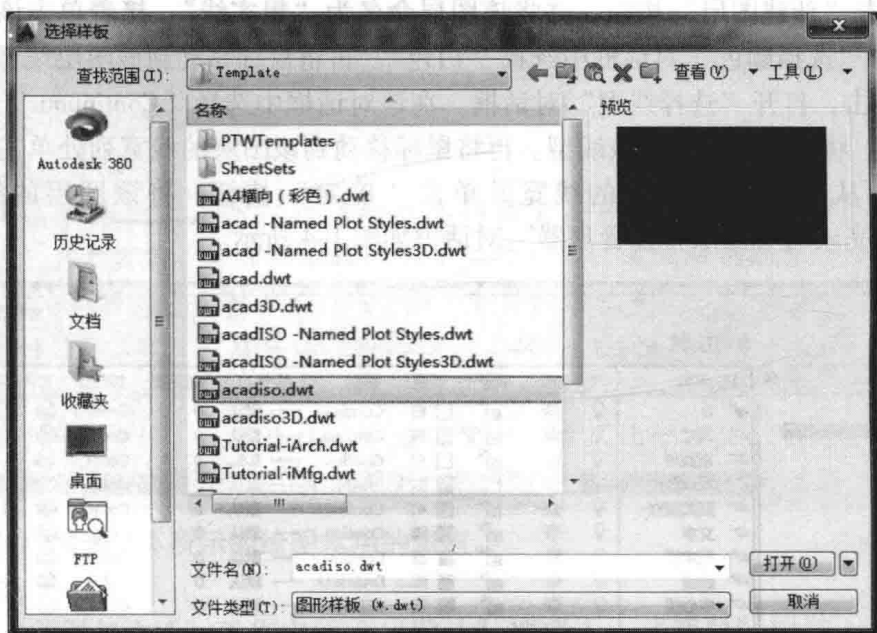

图 1-5 “选择样板”对话框
• 单击程序左上角的“新建”按钮，打开“选择样板”对话框，在其中选择“acadiso.dwt”样板，如图 1-5 所示。在该对话框中单击右下角的“打开”按钮，这样便创建了一个新图形。